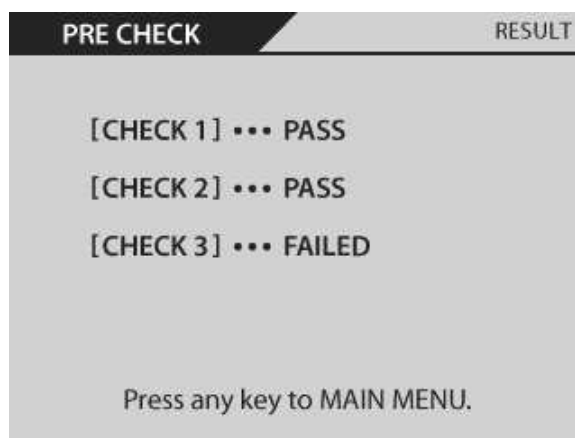

図 22.6. プリチェック結果表示②
プリチェックで問題が発生した場合、図 22.6. プリチェック結果表示②のような画面が表示されます。